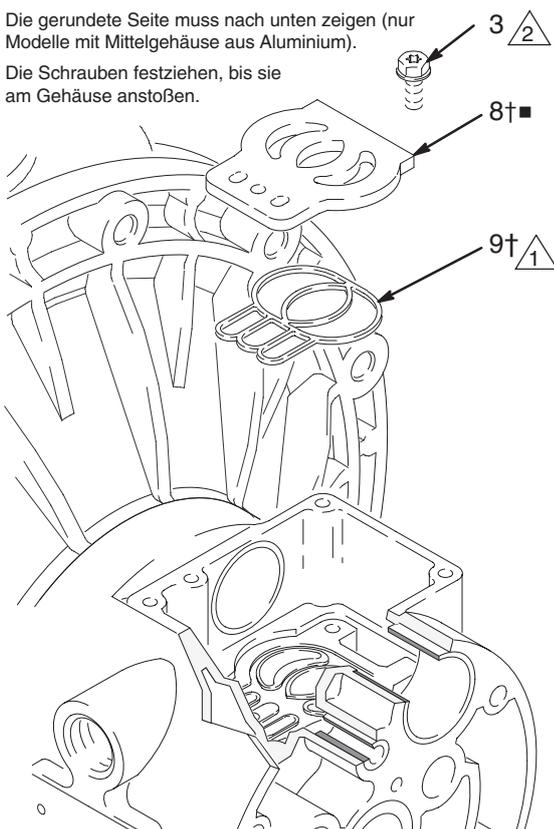

Abb. 9 03947
5. Die Ventilplatte (8■) im eingebauten Zustand inspizieren. Ist sie schadhaft, mit einem Torx-Schraubenzieher (T20) oder einem 7-mm-Steckschlüssel die drei Schrauben (3) ausdrehen. Die Ventilplatte (8■) und, an Modellen mit Mittelgehäuse aus Aluminium, die Dichtung (9†) ausbauen. Siehe Abb. 9.
2. An Modellen mit Mittelgehäuse aus Aluminium die Dichtung der Ventilplatte (9†) in die Nut unten im Ventilhohraum einlegen. Die gerundete Seite der Dichtung **muss nach unten** in die Nut weisen. Siehe Abb. 9.
3. Die Ventilplatte (8■) in die Kammer einbauen. An Modellen mit Mittelgehäuse aus Aluminium ist die Platte umkehrbar, so dass jede Seite nach oben zeigen kann. Die drei Schrauben (3) mit einem Torx-Schraubenzieher (T20) oder einem 7-mm-Steckschlüssel eindrehen. Festziehen, bis die Schrauben am Gehäuse anstoßen. Siehe Abb. 9.